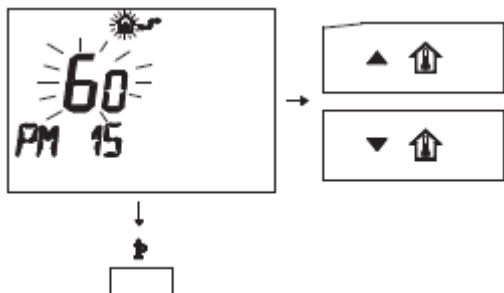

рис. 5.32
• измените установленное значение с помощью кнопок ▲ или ▼ до отображения значения 60, подождите, чтобы запрограммированная цифра начала мигать (см. рис. 5.32).